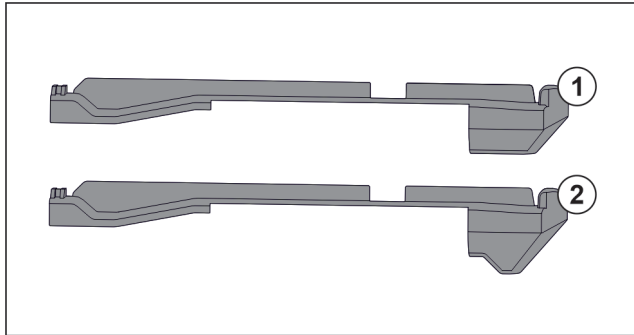

Fig. 78 Sammenligning av påsettsingsdeler
I apparatet finnes to ulike påsettsingsdeler. Påsettsingsdel over en nederste skuffen Fig. 78 (2) har en trekantet kant. Alle andre påsettsing Fig. 78 (1) har en rett kant.
- ▶ Anbring påsettsingsdel Fig. 78 (2) med trekantet kant over nederste skuff.
- ▶ Anbring påsettsingsdel Fig. 78 (1) med rett kant til alle andre steder.